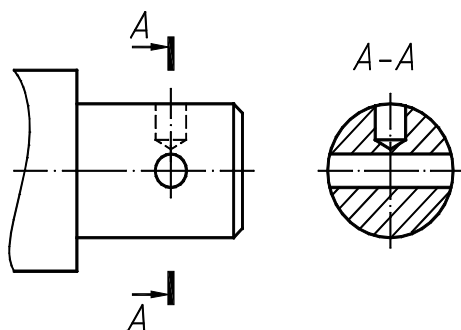

Fig. 5.7
- **secțiune obișnuită**, când secțiunea se reprezintă în afara conturului proiecției respective (fig. 5.7);